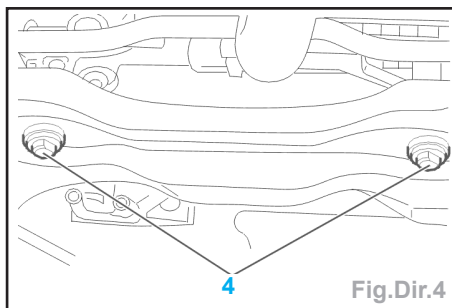

Fig.Dir.4
- Déposer l'écrou (3) du cardan de la colonne de direction.
- Déposer les vis (4) de fixation de crémaillère sur berceau (Fig.Dir.4).